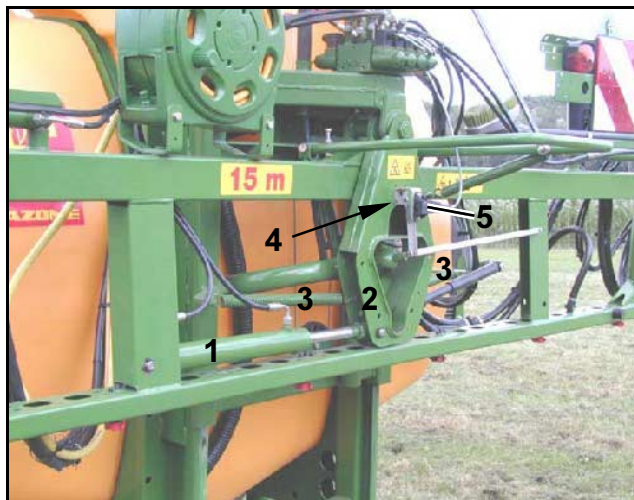

Рис. 90
Для регулировки наклона гидравлический цилиндр (Рис. 90/1) перемещает поворотный рычаг (Рис. 90/2). При этом обе пружины (Рис. 90/3) получают различное предварительное натяжение и перемещают штанги в необходимое положение. Управление гидравлическим цилиндром производится при помощи пульта управления (Рис. 91/1) посредством нажатия клавиши (Рис. 91/2).
- Открутите болты (Рис. 90/4) и переместите потенциометр (Рис. 90/5) в продольных отверстиях на поворотном рычаге.
- Снова затяните болты (Рис. 90/4) и зафиксируйте потенциометр (Рис. 90/5) в новом положении.